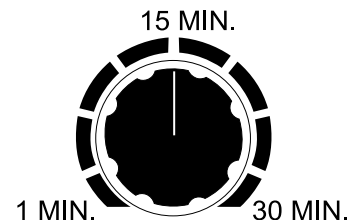

**Figure 44. Régulateur de temps**
- Régler ensuite le régulateur de temps sur la valeur souhaitée. L'exemple illustré (Figure 44) indique 15 minutes.